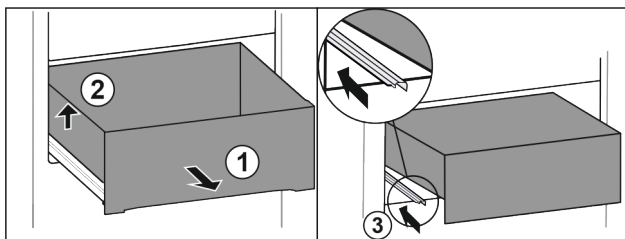

Fig. 71
- Изтеглете чекмеджето докрай. Fig. 71 (1)
- Повдигнете чекмеджето отляво. Fig. 71 (2)
- Вкарайте лявата релса. Fig. 71 (3)